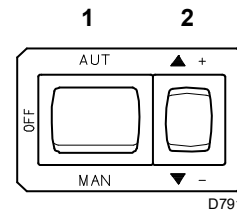

Abb. 22
- Den Brenner durch Schließen der Fernsteuerungen und bei Schalter 1)(Abb. 22) auf „MAN“ starten. Nach dem Starten des Brenners die Drehrichtung des Gebläserads über das Sichtfenster 19) überprüfen.
- Stoppen des Brenners: Den Schalter 1)(Abb. 22) auf „OFF“ stellen und die Schraube 3) einschrauben.